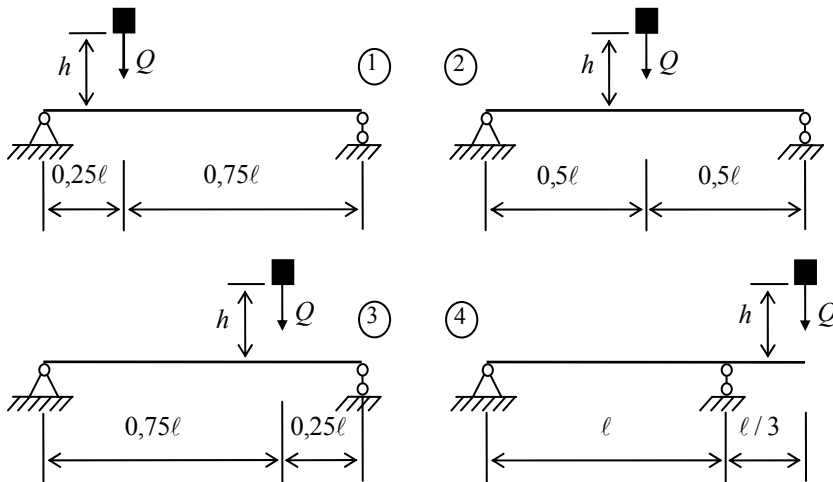

РИС. 10.1
**Задание.** На двутавровую балку, свободно лежащую на двух жестких опорах (рис. 10.1), с высоты  $h$  падает груз  $Q$ . Требуется: 1) найти наибольшее нормальное напряжение в балке; 2) решить аналогичную задачу при условии, что правая опора заменена пружиной, податливость которой (т.е. осадка от груза 1 кН) равна  $\alpha$ ; 3) сравнить полученные результаты. Данные взять из табл. 10.